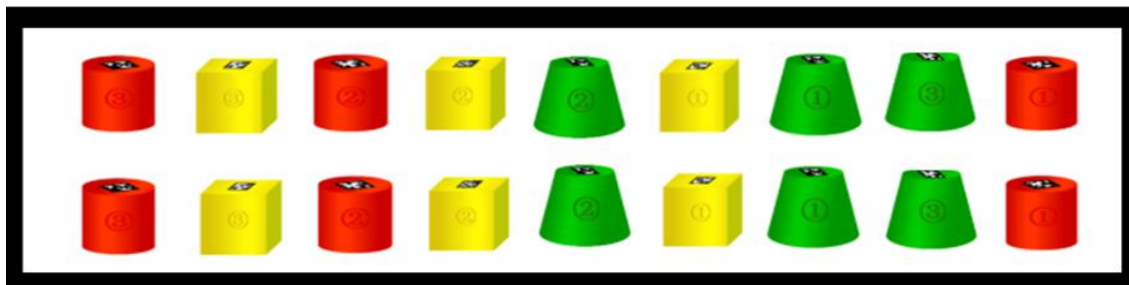

图 10 小学组放置区抽签任务摆放示意图（举例）
①小学组任务抽取随机性：按照任务道具的种类进行抽签，各种颜色侧面写有1、2、3各2个，在抽取时这两个相同的方块固定在一竖列进行抽签，抽取结果示例如图10所示：